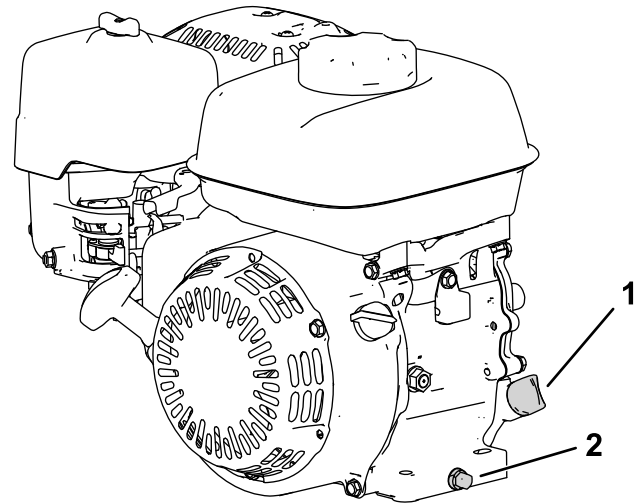

Figura 31
2. Posizionate la macchina in modo che il motore sia in piano e pulite l'area attorno al tubo di riabbocco dell'olio (Figura 31).
- Rimuovete il tappo di spurgo, la rondella e l'asta (Figura 31).